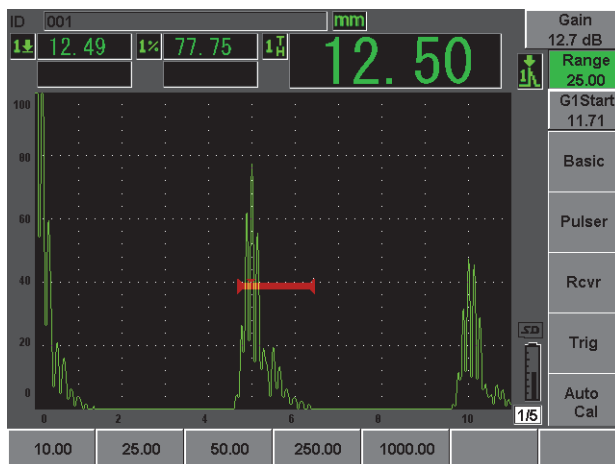

Рис. 2-17 Значение диапазона
16. Нажмите **[RANGE]**, а затем установите желаемый диапазон экрана (см. Рис. 2-17 на стр. 47).